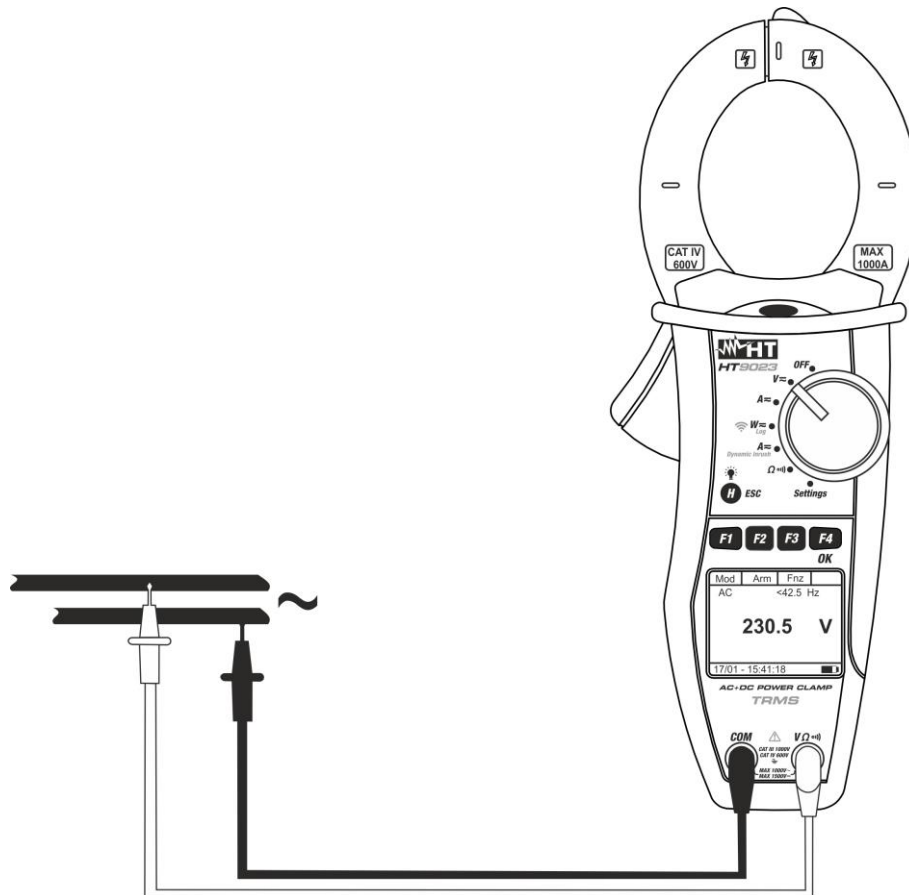

Fig. 6: Misura di Tensione AC e AC+DC
4. Inserire il cavo rosso nel terminale di ingresso **VΩ $\cdot$ A**) e il cavo nero nel terminale di ingresso **COM** e posizionare i puntali nei punti desiderati del circuito in esame (vedere Fig. 6)